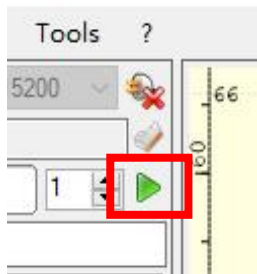

Imagen 1 Inicio
- B. Usando una regla y un lápiz para dibujar un punto central en el objeto grabado (Imagen 1).
Imagen 1 dibuja un punto central en el objeto grabado